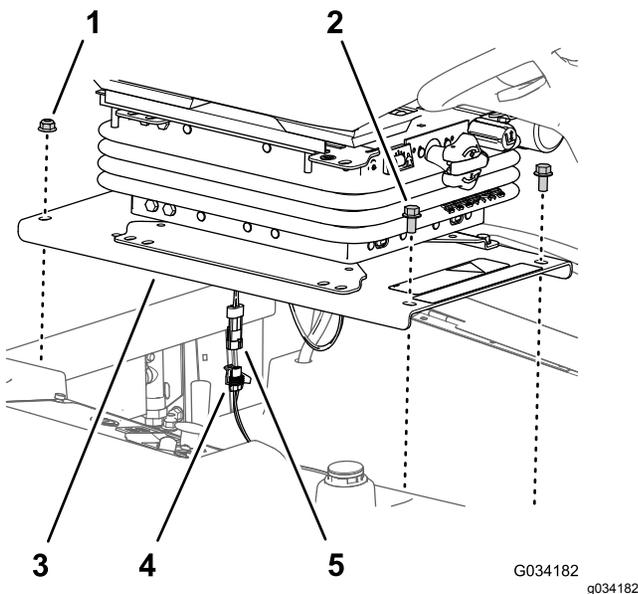

Рисунок 35
1. Выверните 2 болта с фланцевыми головками (3/8 x 3/4 дюйма), которые крепят переднюю часть плиты сиденья к ходовой части машины (Рисунок 35).
2. Подсоедините 2-штыревой соединитель жгута проводов переключателя механизма контроля присутствия оператора к 2-гнездовому соединителю жгута проводов машины; см. раздел Рисунок 35.
3. Совместите задние отверстия в плите сиденья (Рисунок 35) с двумя каретными болтами (3/8 x 1 дюйм) в швеллере радиатора.
4. Установите плиту сиденья (Рисунок 35) на каретные болты, закрепив двумя фланцевыми контргайками (3/8 дюйма), снятыми при выполнении пункта 2 в разделе Демонтаж сиденья и плиты сиденья (страница 46).
5. Совместите передние отверстия в плите сиденья (Рисунок 35) с резьбой стержней бака.
6. Установите плиту сиденья (Рисунок 35) на стержни бака с помощью двух болтов с фланцевыми головками (3/8 x 3/4 дюйма), снятых при выполнении пункта 1 в разделе Демонтаж сиденья и плиты сиденья (страница 46).
2. Отверните 2 фланцевые контргайки (3/8 дюйма), которые крепят заднюю часть плиты сиденья к ходовой части машины (Рисунок 35).
4. Отсоедините 2-штыревой соединитель жгута проводов переключателя механизма контроля присутствия оператора от 2-гнездового разъема жгута проводки машины (Рисунок 35).